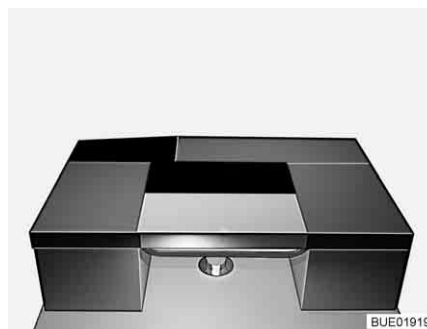

Fig. 147 Después de la transformación
- Colocar el cojín adicional en la mesa de modo transversal (véase Fig. 147).